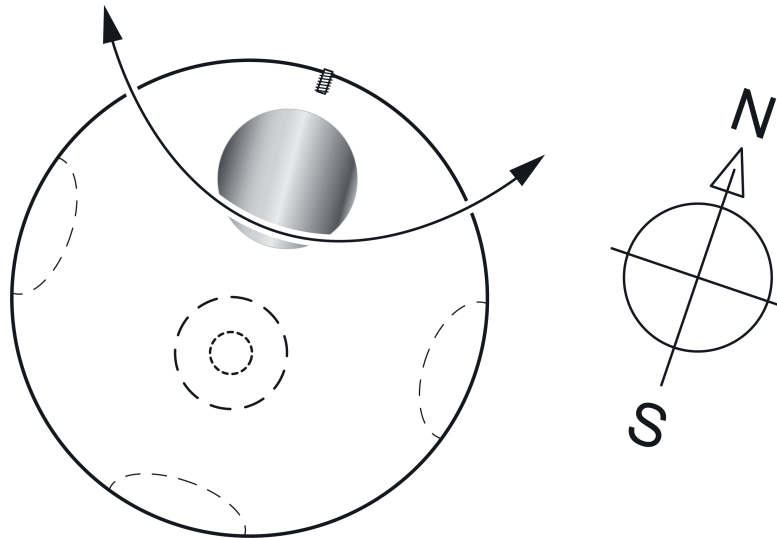

Figure 9: Orientation de la station météorologique
- Orienter la tête de capteur en fonction des points cardinaux ou de l'orientation de la façade (selon la situation précise de l'emplacement de montage) (figure 9).